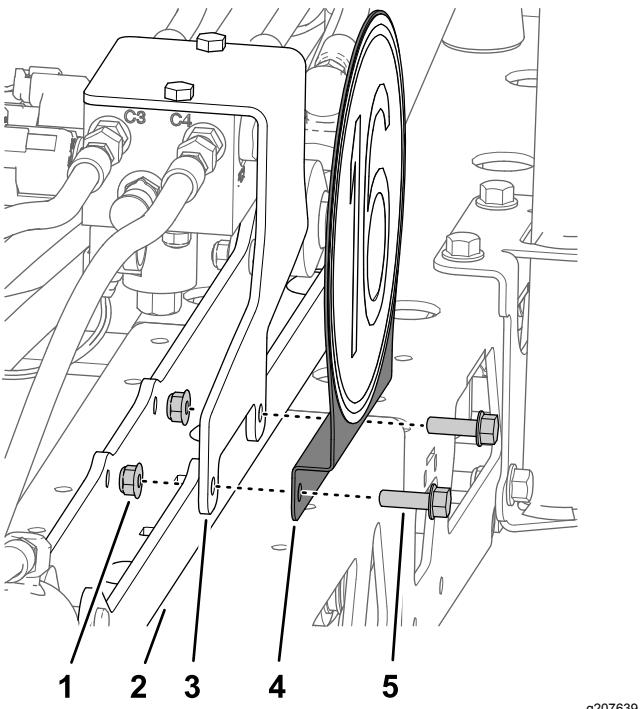

Figure 51
4. Retirez les 2 boulons à embase (5/16 x 1") et les 2 contre-écrous à embase (5/16") qui fixent le support du collecteur du vérin de levage au support du vérin de levage (Figure 51)
5. Alignez les trous dans le support du panneau indicateur de vitesse, le support du collecteur du vérin de levage et le support du vérin de levage (Figure 51).
- 6. Fixez le support du panneau indicateur de vitesse au support du collecteur du vérin de levage et au support du vérin de levage (Figure 51) à l'aide de 2 boulons à embase (5/16" x 1") assortis de 2 contre-écrous à embase (5/16").